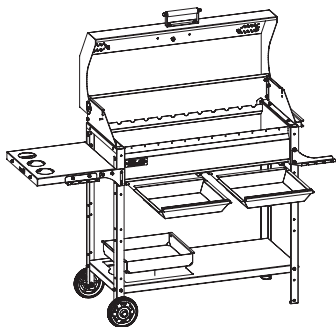

Рис. 37.
- Вставить зольник (поз. 3) под жаровню, лоток (поз. 10) в отверстие на нижней полке, как показано на рис. 37.